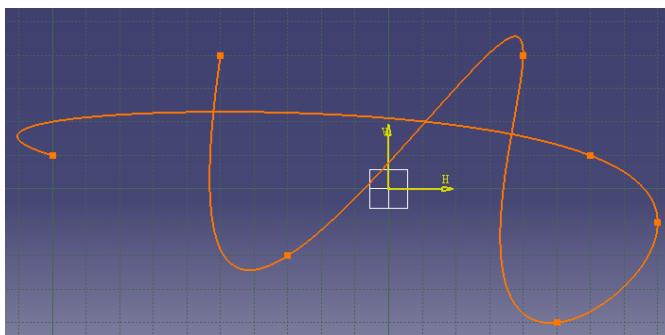

图 4-7
① 在曲线上生成点。用 xy plane → Sketcher → spline 画如图 4-7。